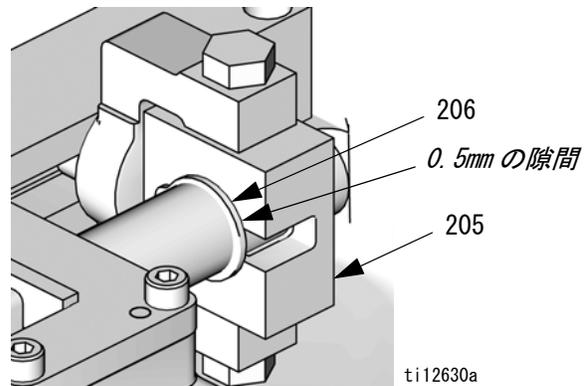

図 29 : レーシオビームスナップリング
- l. レーシオ調節ピボット上の六角ヘッドキャップネジ (204) を緩めて下さい。
- m. レーシオ調節ノブ (201) を回し、レーシオを増加させるには統計の針の方向に、減少させるには時計の針と反対方向に、メカニカルレーシオアームをご希望の設定 (1.19 例) に設定されます。
- n. レーシオ調節ピボット上の六角ヘッドキャップネジ (204) を締めて下さい。
- o. レーシオビームガイド (205) をスライドさせて、レーシオビームガイド (205) とスナップリング (206) の間に約 0.5mm の隙間ができるようにします。図 29 に示されています。